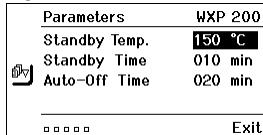

Fig. 13
3. Bekræft valget med returtasten (**6**). Visningen skifter til valg-/indlæsningstilstand (se fig. 13).